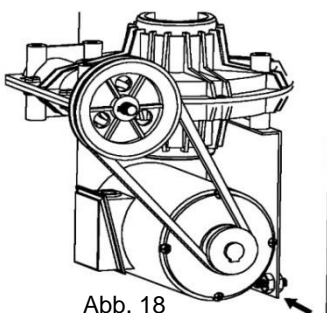

Abb. 18
- Die Spannung des Keilriemens alle 6 Monate prüfen (Abb. 18).